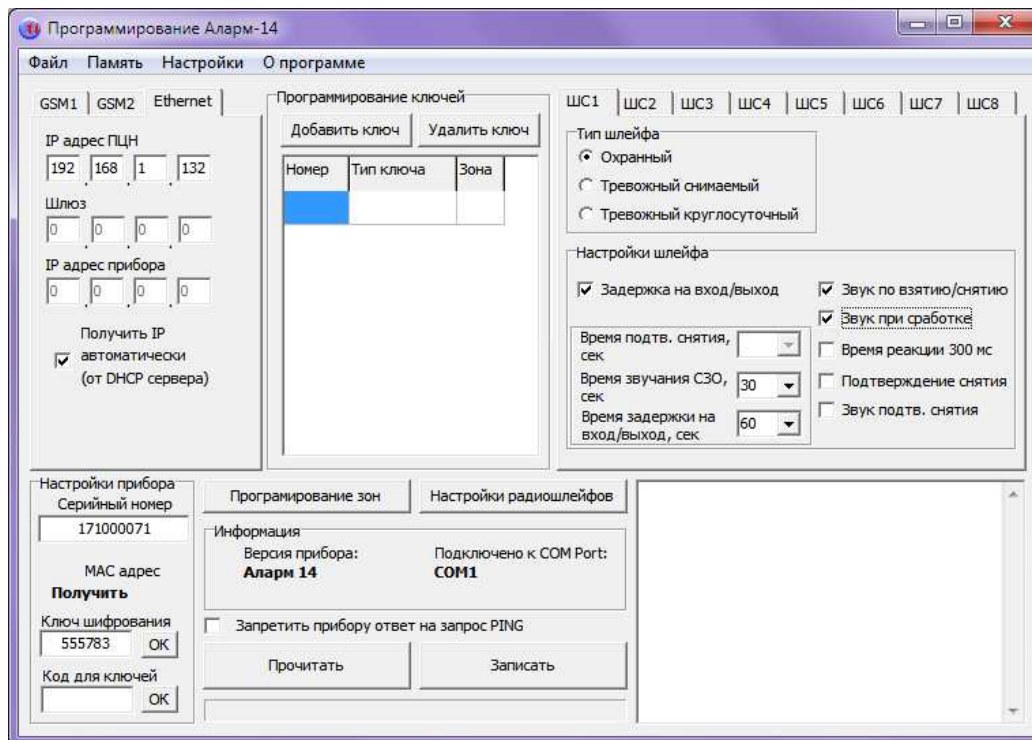

Рисунок 8
3.1.6 На вкладке «Ethernet» в соответствующее поле введите IP адрес ПЦН согласно карте Вашей сети, заполните поля «Шлюз» и «IP адрес прибора» (рисунок 8).
3.1.9 Для ключей доступа защищенных АКБС.467369.002 заполните поле «Код для ключей» (8 цифр) и нажмите «ОК» (рисунок 8).